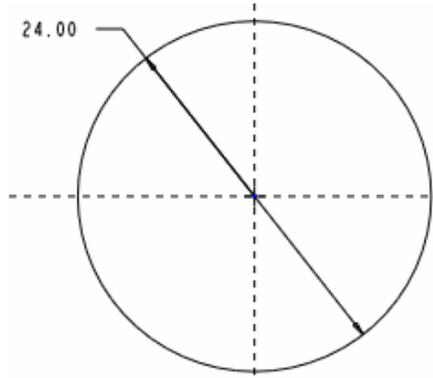

图 35-3
- (1) 单击特征工具栏中的 ，打开拉伸特征操控板。
- (2) 单击草绘截面按钮 ，系统显示【剖面】对话框。选择 FRONT 基准面为草绘平面，RIGHT 基准面为参照平面，接受系统默认的视图方向。
- (3) 单击【草绘】，进入草绘工作环境，如图 35-3 所示绘制一直径为 24 的圆。